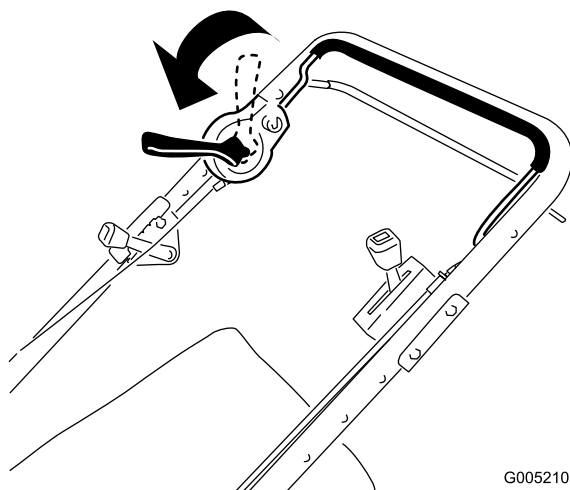

Figura 13
2. Spostate completamente in avanti la leva di comando della lama, fino ad innestare la lama (Figura 13).